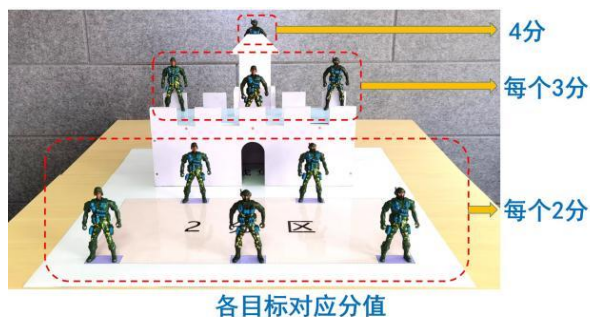

图 2：各目标对应分值
1. 积分赛以定点打击目标的方式进行，击倒不同目标获得相应分数（各目标对应分值如图 2），成绩按 2 场总积分高低排名，若总积分相同，则击倒高分值目标数多者排名靠前；若总积分和得分情况均相同，则配重重量轻者排名靠前。